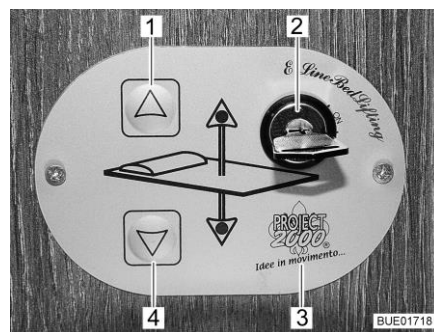
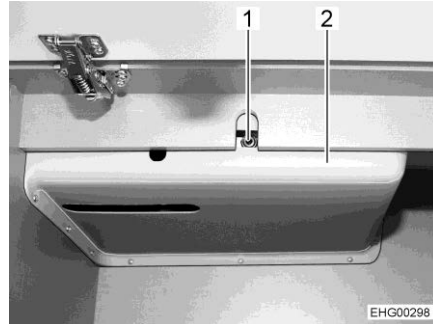

Fig. 148 Commande
Fig. 152 Accès à l'entraînement
**Commande** Les touches (Fig. 148,1 et 4) sur l'unité de commande (Fig. 148,3) permettent d'abaisser ou de relever le lit escamotable. L'interrupteur à clé (Fig. 148,2) permet de protéger l'unité de commande contre toute utilisation non autorisée.
- Tourner la clé de 90° dans le sens des aiguilles d'une montre dans l'interrupteur à clé (Fig. 148,2). L'unité de commande (Fig. 148,3) est activée.
- Appuyer sur la touche fléchée (Fig. 148,4) et la maintenir pressée jusqu'à ce que le lit escamotable ait atteint la position désirée vers le bas.
- Appuyer sur la touche fléchée (Fig. 148,1) et la maintenir pressée jusqu'à ce que le lit escamotable ait atteint sa position finale supérieure.
S'il n'est plus possible de déplacer le lit escamotable avec les touches fléchées (Fig. 148,1 et 4), contrôler d'abord le fusible derrière l'habillage (Fig. 152,2) (voir paragraphe 9.12.1). Si le fusible n'est pas défectueux mais qu'il n'est toujours pas possible de déplacer le lit escamotable, y procéder manuellement.
- Insérer la manivelle ou la clé mâle coudée pour vis à six pans creux dans la réception sur le moteur (Fig. 152,1).